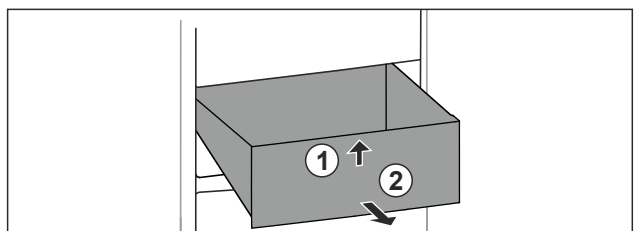

Fig. 64
- ▶ Podignite ladicu sprijeda. Fig. 64 (1)
- ▶ Izvadite ladicu prema naprijed. Fig. 64 (2)